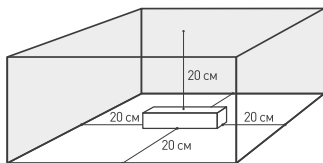

Рис. 2. Свободное пространство вокруг источника
- температура окружающего воздуха от -40 до +90 °С, см. график зависимости максимально допустимой нагрузки на источник питания от температуры окружающей среды на рис. 2;